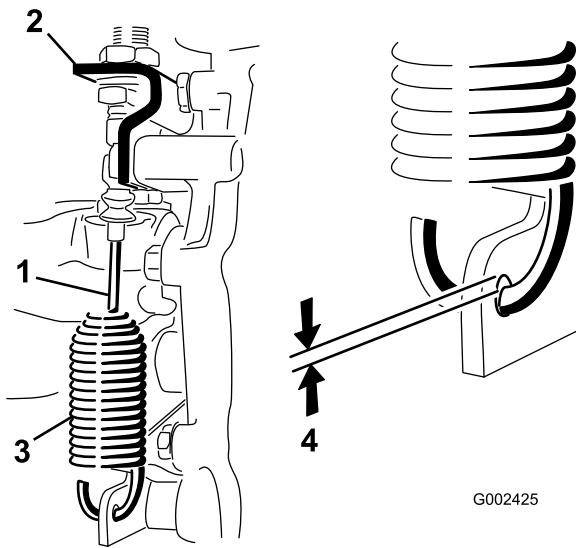

Figura 50
2. Afloje las contratueras que sujetan el cable de bloqueo del diferencial al soporte del transeje (Figura 50).